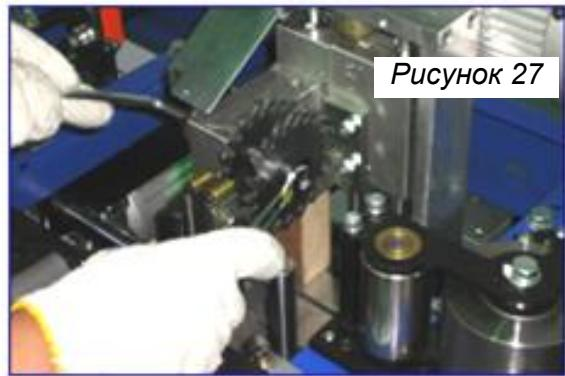

Рисунок 27
- Ослабьте винты пилы с помощью 10-мм ключа для болтов и с помощью 8-мм винтов с внутренним шестигранником (рис. 27).